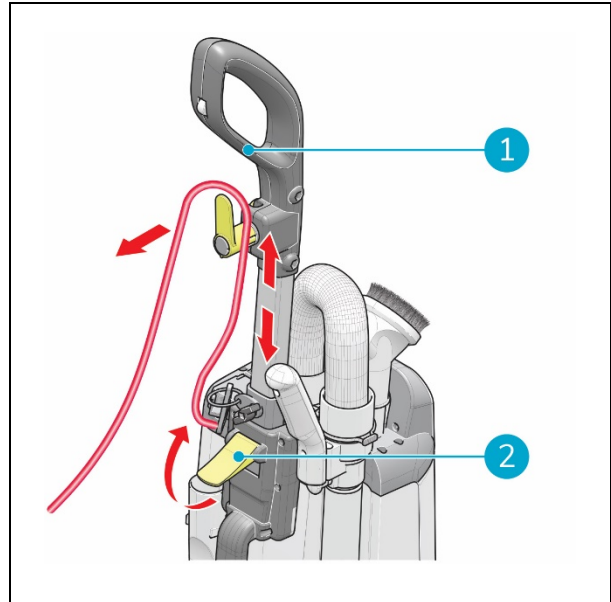

Figura 15
1. Suelta la pestaña (Figura 15, pos. 2).
2. Ajusta la altura del asa (Figura 15, pos. 1) hasta llegar a una posición cómoda.
3. Cierra la pestaña (Figura 15, pos. 2).